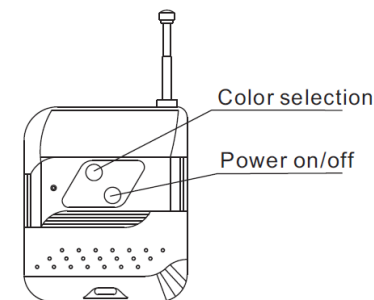

Fig 4
F. De werking van de draadloze afstandsbediening (zie afb. 4)